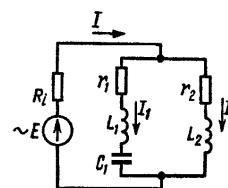

рис. 7
- х₃. Побудувати векторну діаграму. Дано: $U = 120 \text{ В}$, $I_1 = 3 \text{ А}$, $I_2 = 6 \text{ А}$, $I_3 = 2 \text{ А}$. (10)
8. Параметри паралельного контуру (рис.7) мають такі значення: $r_1 = 1 \Omega$, $L_1 = 25 \mu\text{Гн}$, $C_1 = 1600 \text{ пФ}$, $r_2 = 4 \Omega$, $L_2 = 150 \mu\text{Гн}$. Знайти частоти резонансу струмів, напруг і опори кола за цих частот. Чому дорівнює добробутність контуру і еквівалентна добробутність при його підключені до генератора з внутрішнім опором $R_i = 20 \text{ к}\Omega$.